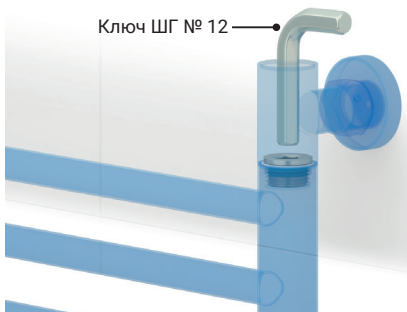
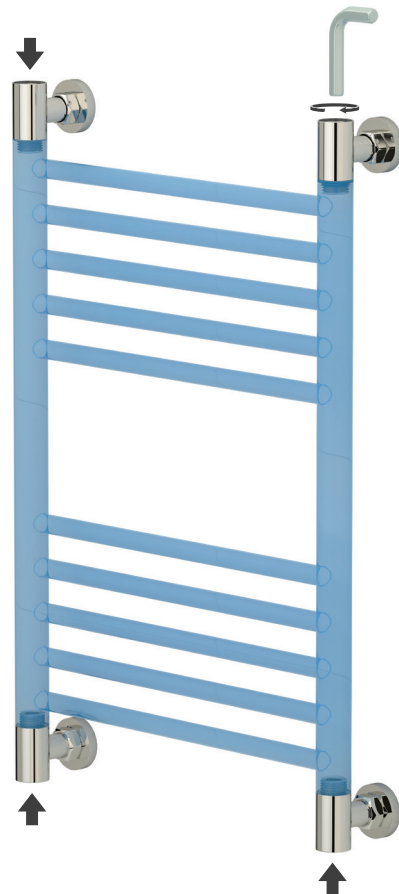

Рис. 9
Рис. 10
3.4. Произведите протяжку (рис. 9) всех мест соединения глухих и проходных углов с коллектором (рис. 10).